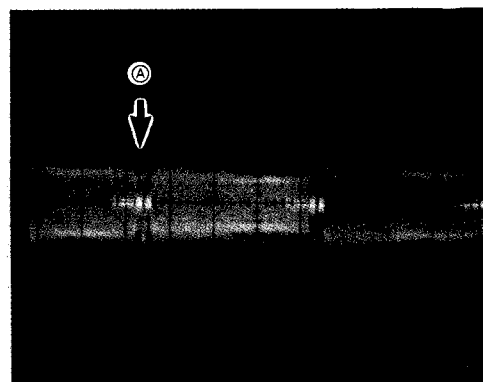

Fig. 3-15
- Ajuster T6A1 pour que le point ① du signal montre en Fig. 3-15 soit minimum. S'assurer que le signal sur l'oscilloscope soit plat durant la mesure.